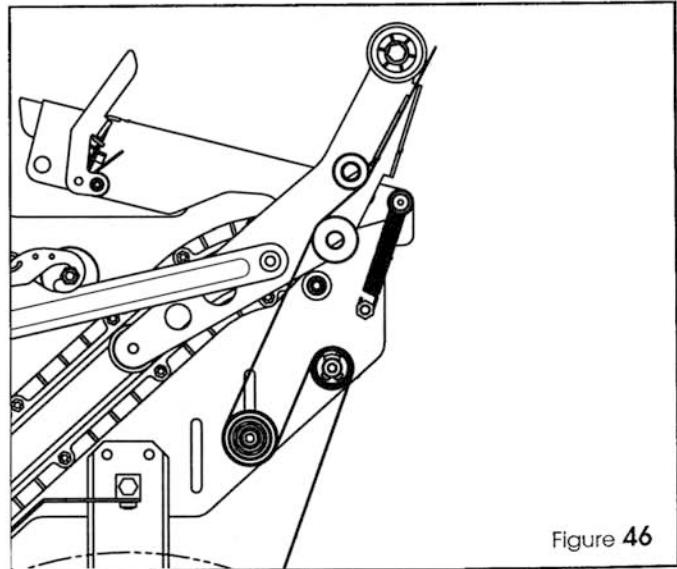

Figure 46
- Utiliser un outil à fileter comme indiqué sur la Figure 46.
- Gebruik de doorsteeknaald volgens het in Figure 46 getoonde schema.